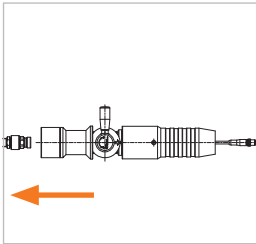

Figure 9
- ▶ Soulevez légèrement le flexible du nozzle de ravitaillement et retirez le nozzle de ravitaillement du réceptacle (Figure 9).